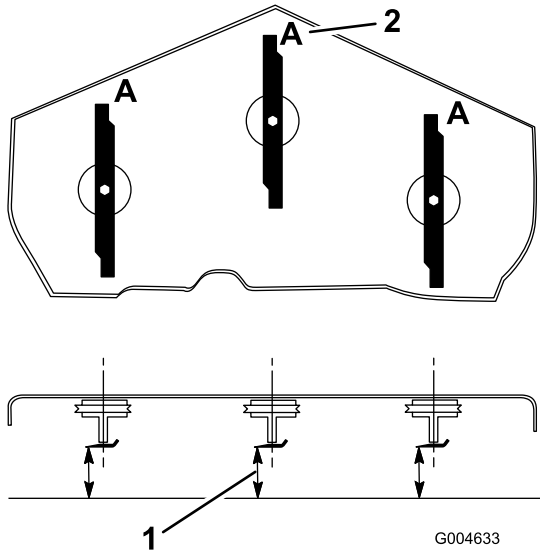

Figure 74
- Tournez les lames dans le sens longitudinal (Figure 74). Mesurez la distance entre la surface plane et le tranchant (position A) des lames (Figure 74). Notez cette valeur.